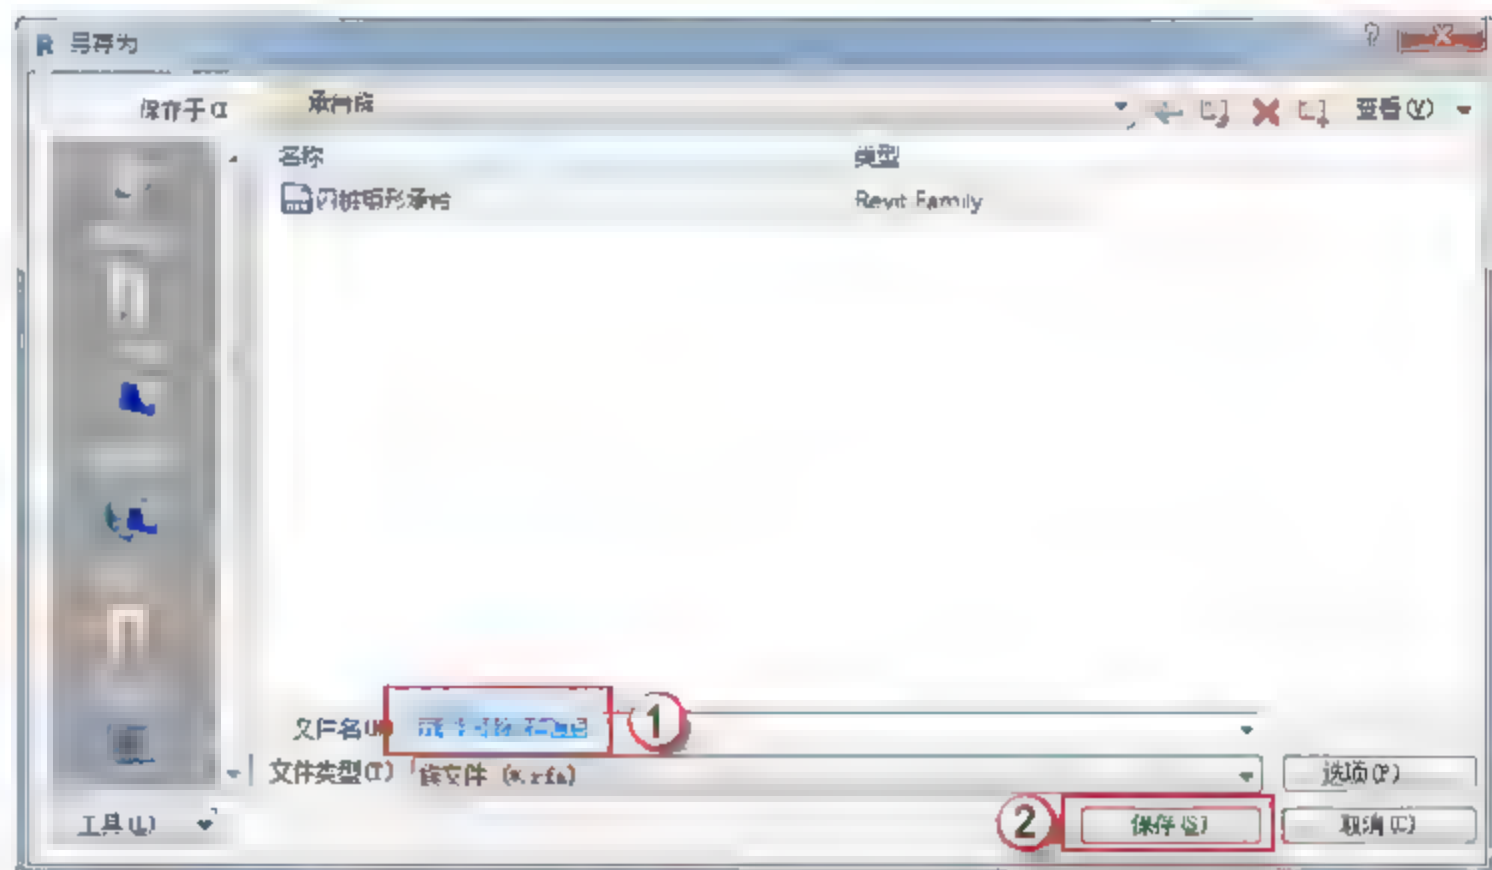

图 2.1.64 另存为族
(11) 另存为族。选择“应用程序”→“另存为”→“族”命令,在弹出的“另存为”对话框中,将已经调整好的承台标头文件另存为“五桩矩形承台 CT5”RFA 族文件,如图 2.1.64 所示。